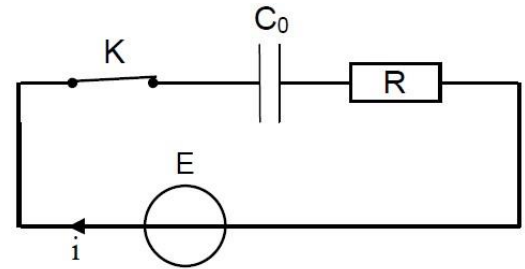

Figure 1
Un professeur a réalisé le montage de la figure 1 constitué de :
On réalise la charge d'un condensateur de capacité C , à l'aide d'un générateur idéal de courant qui débite un courant d'intensité constante $I_0 = 0,5 \mu A$ (figure 1).
Un groupe d'élèves ont réalisé le dispositif expérimental de la figure 1, et à l'aide d'une interface informatique, ils ont visualisé la tension $u_C(t)$ aux bornes du condensateur au cours de sa charge par le générateur idéal de courant, délivrant un courant d'intensité constante $I_0 = 72 \mu A$.
- 1- Recopier le schéma de la figure 1, et représenter dessus la tension $u_C(t)$, en convention récepteur ;
Le montage représenté dans la figure 1 se compose de :
La figure 1, représente une partie d'un circuit simplifié d'une minuterie, constitué de :
A l'instant initial ($t = 0$ s), le condensateur est déchargé. On ferme l'interrupteur K, le bouton poussoir P est relâché (Figure 1), le condensateur se charge progressivement à l'aide du générateur. On visualise l'évolution de la tension $u_C(t)$ aux bornes du condensateur à l'aide d'une interface informatique convenable.